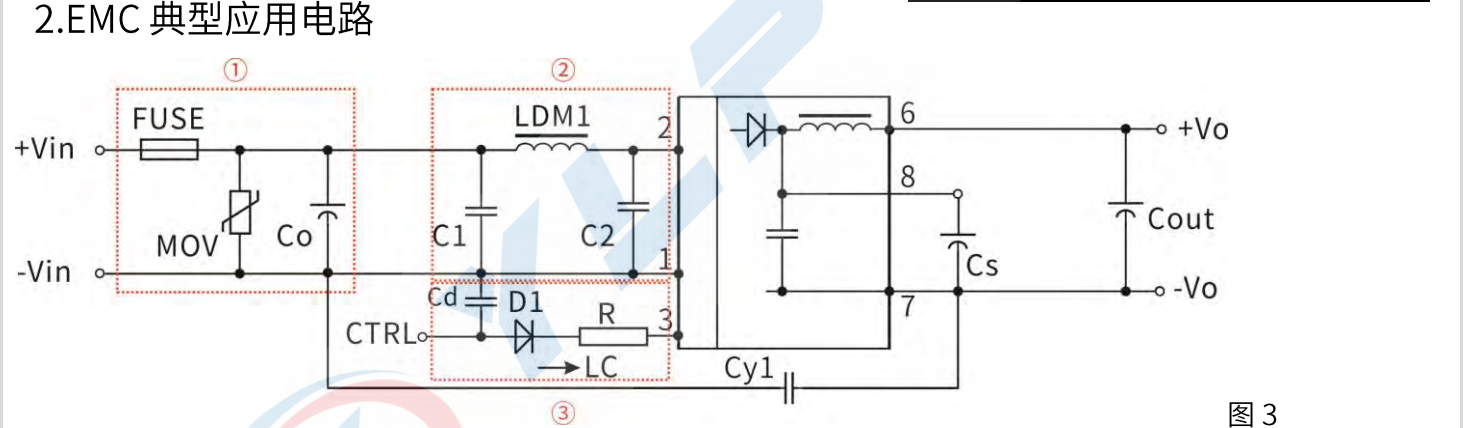

图 3
② 图 3 中第①部分用于 EMS 测试;第②部分用于 EMI 滤波,可依据需求选择;
②VC 为 Ctrl 端相对于输入地 GND 的电压,VD 为 D1 的正向导通压降,IC 为流入 Ctrl 端的电流,一般取 5-10mA, Ctrl 端外围电路如图 3-③;
③若图中元器件无附其参数说明,则此型号外围中不需要这个元器件。